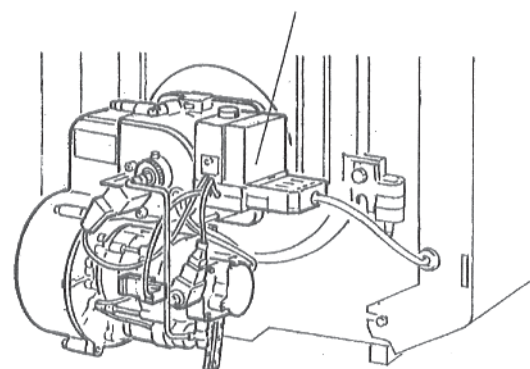

Рис.7
- Проверить подключения в цоколе автомата розжига и штекерные подключения компонентов (рис.7).